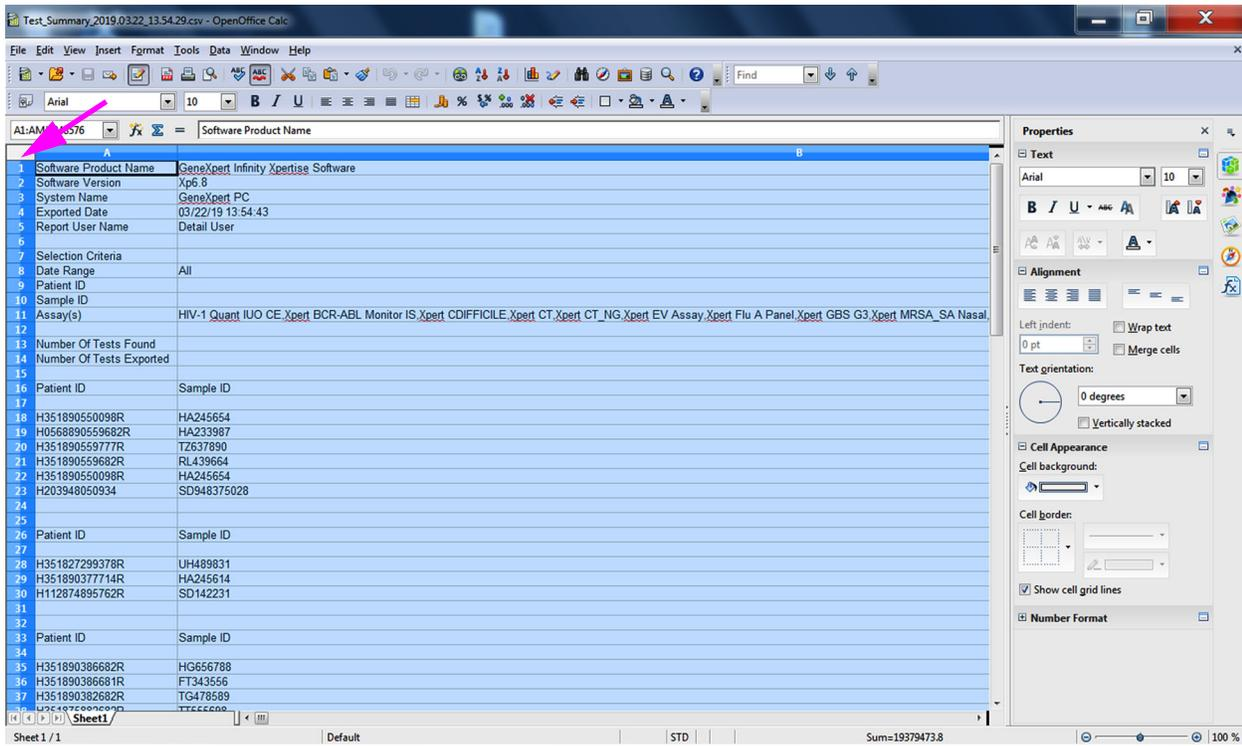

图 C-6. 所有所选的单元格
8. 选择后，单击**确定 (OK)**。 .csv 文件会打开。请参见图 C-6。
9. 在 .csv 文件中，单击文件显示的左上角，以选择所有活动单元格，如图 C-6 中所示。活动单元格会变成蓝色。